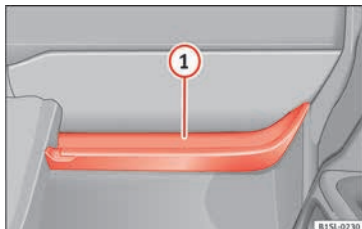

Abb. 123 Ablagefach offen auf der Beifahrerseite.
Am offenen Ablagefach befindet sich ein Taschenhaken » **Abb. 123** ①.